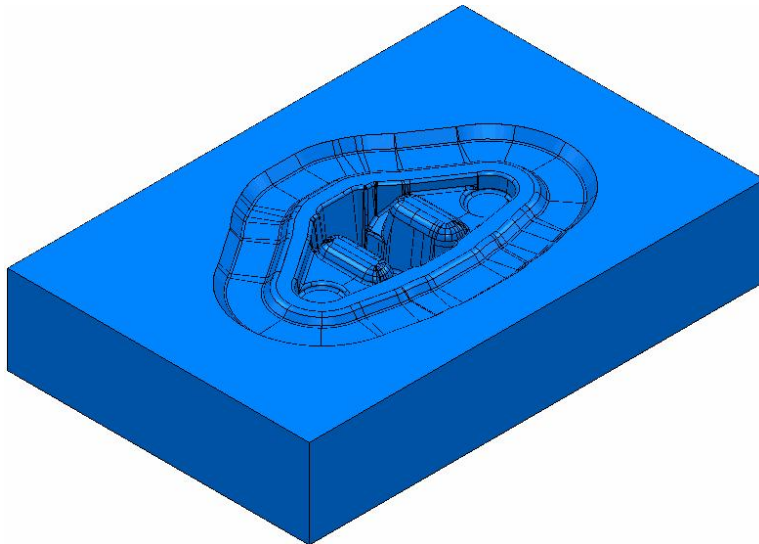

Figura 2.166 Vista del modelo.
- Cuando el proyecto se ha vuelto a cargar, ajustar el tamaño del modelo y la orientación que sea necesaria (Figura 2.166).